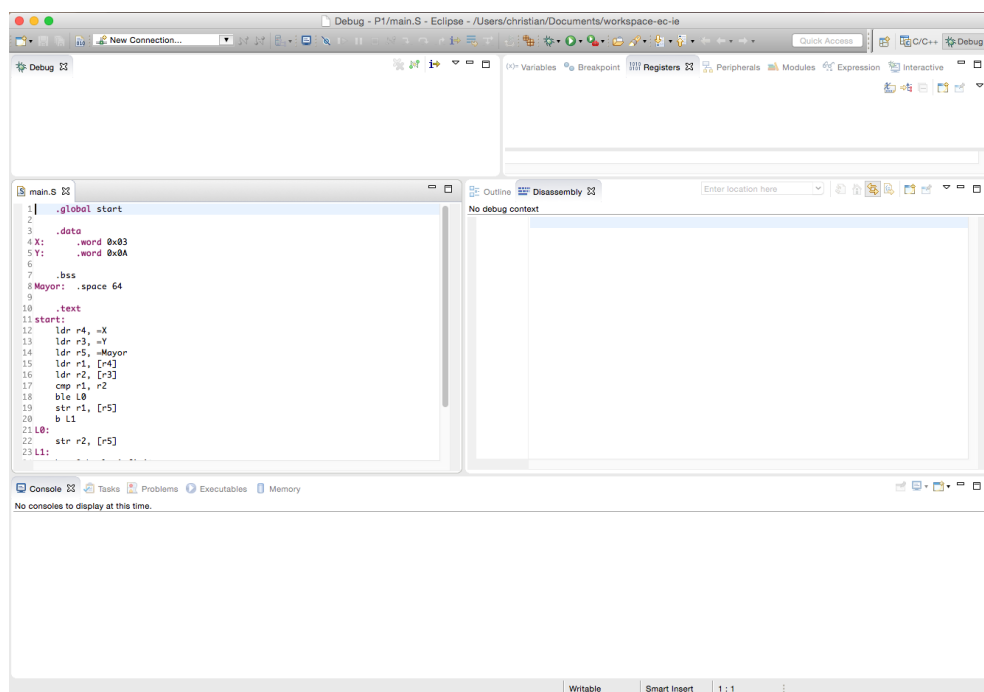

Figura 3.10: Perspectiva de depuración.
2. Abrimos la perspectiva `Debug`. Para ello seleccionamos `Window`→`Open Perspective`→`Debug`. La apariencia de la ventana de Eclipse cambiará a la mostrada en la Figura 3.10. Como podemos ver, está dividida en varias regiones, cada una de ellas con pestañas: